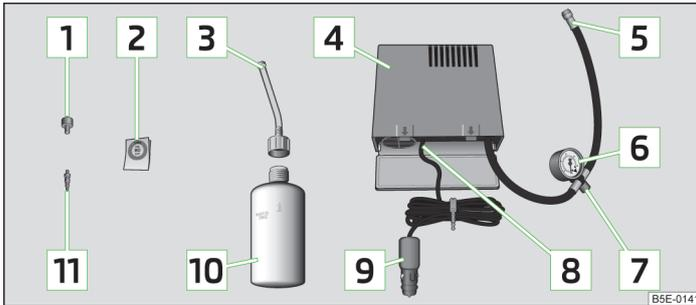

Fig. 154 Componentes del kit de averías
**Componentes del kit de averías** » fig. 154.
- Pegar la etiqueta adhesiva [2] » fig. 154 de la página 196 sobre el tablero de instrumentos en el campo visual del conductor.
- Agitar la botella de inflado de neumáticos [10] » fig. 154 de la página 196 fuertemente varias veces.
- Enroscar el tubo flexible [5] » fig. 154 de la página 196 del compresor de aire fijamente en la válvula del neumático.